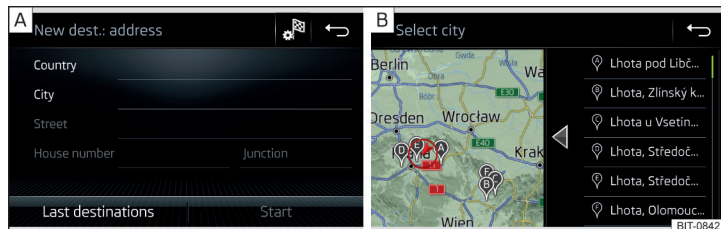

Abb. 160 Ziel über die Adresse eingeben: Hauptmenü / Liste der aufgesuchten Orte
- Die Zieladresse eingeben und anschließend bestätigen » **Abb. 160** - **A**.
In Abhängigkeit von der Anzahl der aufgesuchten Orte kann automatisch eine Karte mit einer Liste der aufgesuchten Orte angezeigt werden » **Abb. 160** - **B**.